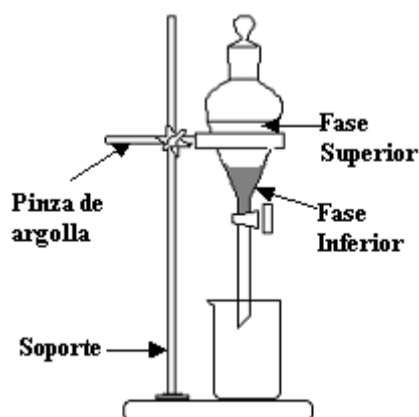

Figura 3
- Extraiga la fracción inferior abriendo cuidadosamente la llave del embudo, figura 3. Identifique la composición de la fase extraída y de la fase que queda en el embudo